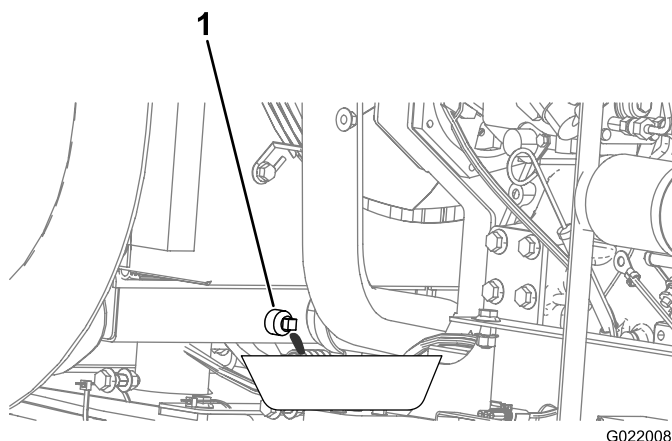

Figure 140
5. Placez un bac de vidange sous le bouchon de vidange (Figure 140).
8. Fermez le bouchon de vidange (Figure 140).
- C. Fermez le bouchon de vidange (Figure 140).
- H. Fermez le bouchon de vidange (Figure 140).